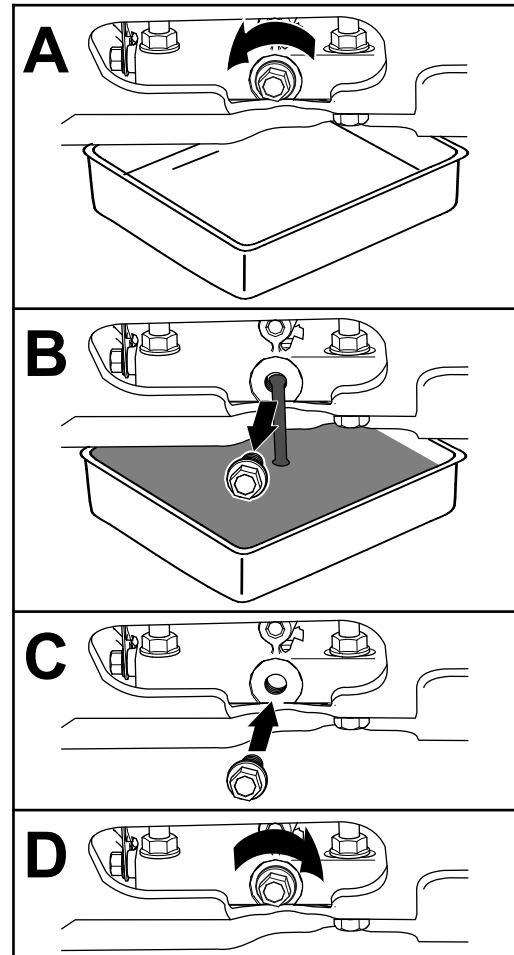

Figura 36
- Cambie el aceite del motor, según se muestra en la Figura 36.